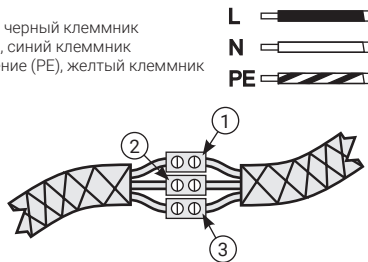

Рис.5
- 4.2.5. Соединить провода полотенцесушителя с проводом из стены с помощью клеммных колодок (рис. 5).
- 4.2.6. Провод заземления модуля имеет желто-зеленый цвет и желтый клеммник (рис. 5 «3») фаза (L) - черный цвет и черный клеммник (рис. 5 «3») фаза (L) - черный цвет и черный клеммник (рис. 5 «3»), ноль (N) - синий цвет и синий клеммник (рис. 5 «2»).